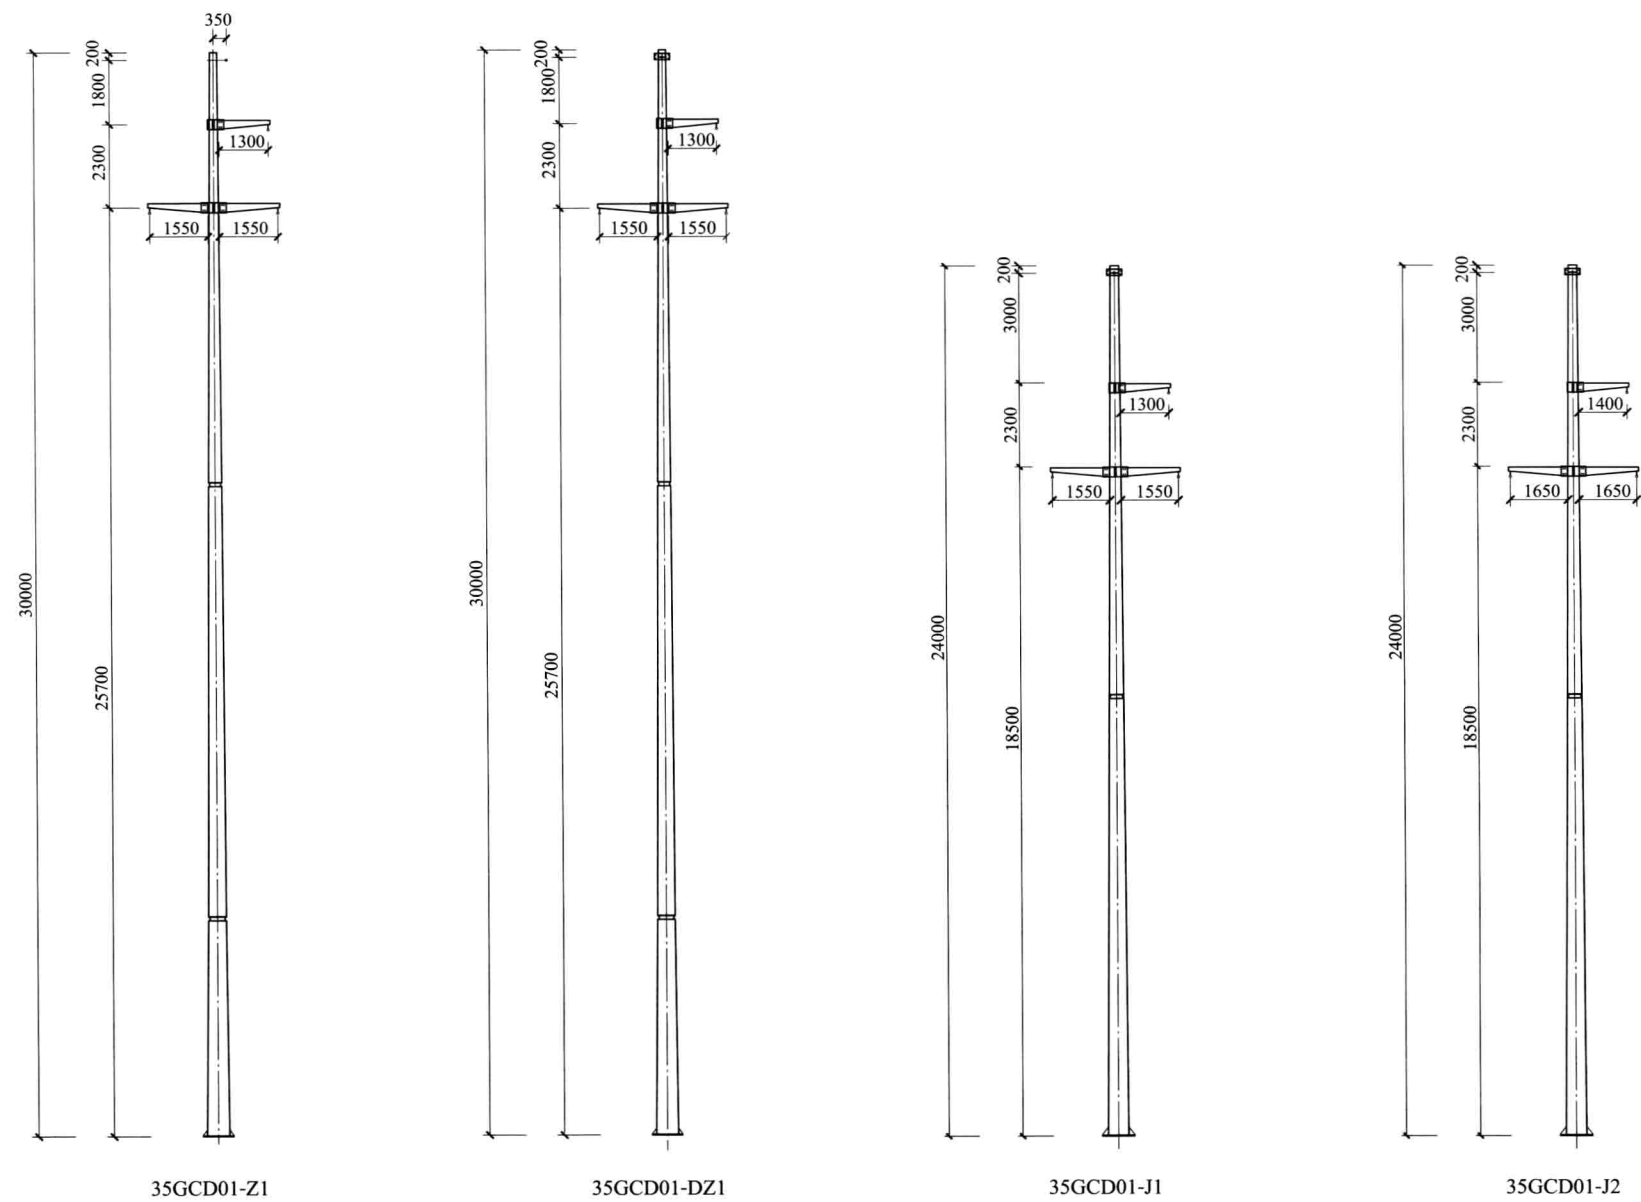

图 12.2-1 35GCD01 子模块杆型一览表
(3) 35GCD01 子模块杆型一览表见图 12.2-1。